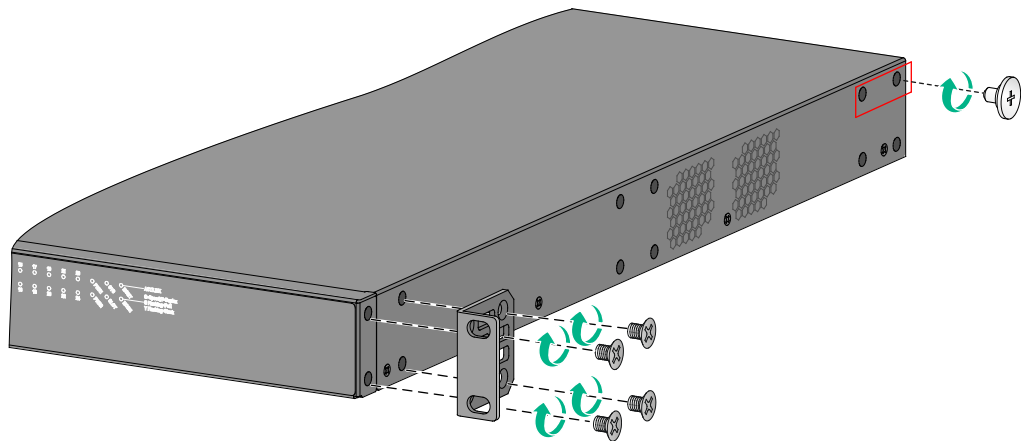

図 3-11 フロント側フランジとリア側フランジ用ネジの取り付け位置
- 3) リア側フランジ用ネジを装置に取り付けてください。ネジの取り付け位置は図 3-11 を参照してください。
- 3) 取り付け金具を装置に固定する例を図 3-11 に示します。取り付け金具は前後 1 か所ずつ装置に固定してください。左右それぞれ、前後の指定はありません。